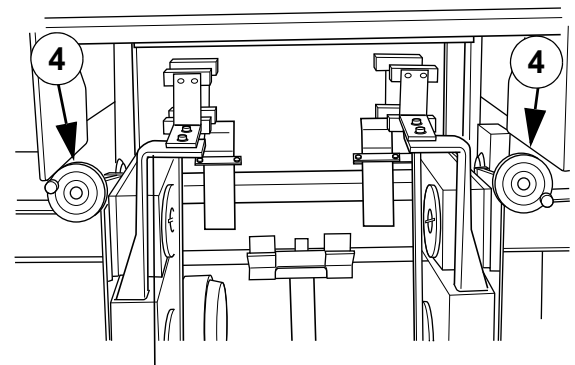

Fig. 14 Regolare la distanza
- 4 Regolare la distanza tra le piastre dei perni di presa ruotando le manopole, vedere la Fig. 14. La distanza deve essere: larghezza del nastro (B) più 20-25 mm. su ciascun lato. Le due piastre dei perni devono trovarsi alla stessa distanza dall'asse centrale della macchina.